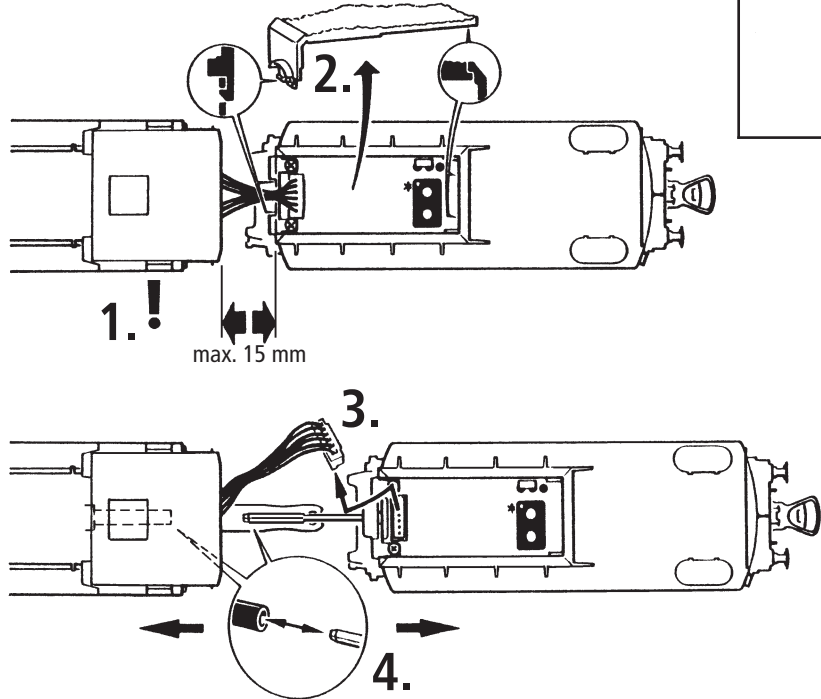

Fig. 7
2. Schmierung: Versehen Sie die im Schmierplan in Fig. 9 und Fig. 10 gekennzeichneten Stellen mit nur **kleinen Öltropfen**. Dazu zuerst das Lok- bzw. Tendergehäuse abnehmen (Fig. 7, Fig. 8). Wir empfehlen den ROCO **Öler Art.-Nr. 10906**. Fürs Schmieren der Getriebeteile (Zahnräder, Schnecke) empfehlen wir das **ROCO-Spezialfett Art.-Nr. 10905**. Im Falle der Schmierung diese Teile **nicht ölen**.
2. Lubrication: Apply **tiny oil drops** to spots marked in fig. 9 and fig. 10. Prior to lubrication dismantle the loco body or the tender body (fig. 7, fig. 8). We recommend using item no. **10906, Roco oiler**. For lubrication the gearparts (e.g. cogwheels, worm) we would recommend our Roco **special grease** (item no. **10905**).
3. Steam generator application (fig. 5): First remove the loco body (fig. 7) and then push in the Seuthe steam generator no. 10 (running in digital mode: use no.11).
2. Graissage: N'appliquez **qu'une toute petite goutte** aux endroits indiqués par le plan de graissage (fig. 9, fig. 10) après avoir démonté la caisse du locomotive/tender (fig. 7, fig. 8). Nous vous recommandons le **graisseur à huile Roco réf. 10906**. Pour graisser les engrenages (roues dentées, vis sans fin) nous vous conseillons la **graisse spéciale Roco réf. 10905** pour engrenages en matières synthétiques. Lorsque vous utilisez cette graisse il faut éviter d'huiler ces composants.
3. Emploi d'appareil fumigène: Veuillez démonter d'abord la caisse de votre locomotive (fig. 7) et introduisez ensuite le fumigène au chassis (fig. 5) **Attention:** Le fumigène Seuthe n° 10 n'est à utiliser qu'en exploitation classique >>analogue<<. Pour une locomotive munie d'un décodeur de commande numérique faites appel au fumigène Seuthe n° 11!